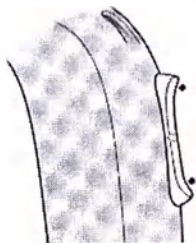

Рисунок 14 – Кнопка-переключатель
2.1.6.1 Аппарат имеет кнопочный переключатель для регулировки громкости и переключения между программами (рисунок 14). Кнопку-переключатель можно нажимать в верхней части (ВВЕРХ) или в нижней части (ВНИЗ).